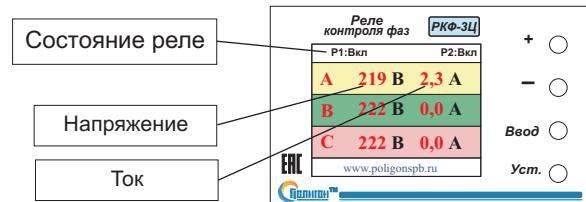

Рис.1
4.1.2. На индикаторе реле РКФ-3Ц высвечиваются текущие показания напряжения, тока и состояние внутренних реле (Рис.1). При номинальном напряжении сети включено реле Р1, и если ток нагрузки не превышает значение номинального тока, то включено реле Р2.